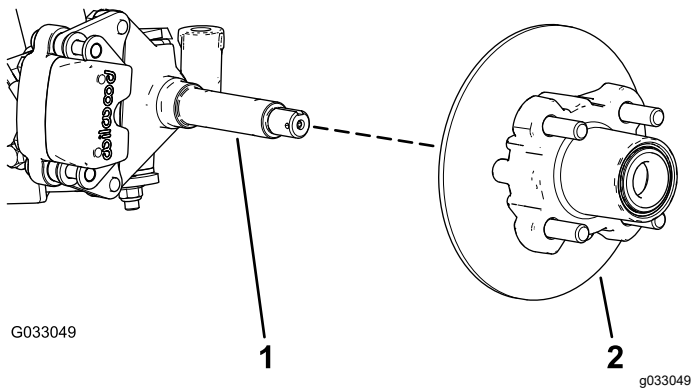

Bild 32
6. Nehmen Sie die Spindel Mutter von der Spindel ab und trennen die Radnabe und den Drehzylinder von der Spindel ab (Bild 31 und Bild 32).